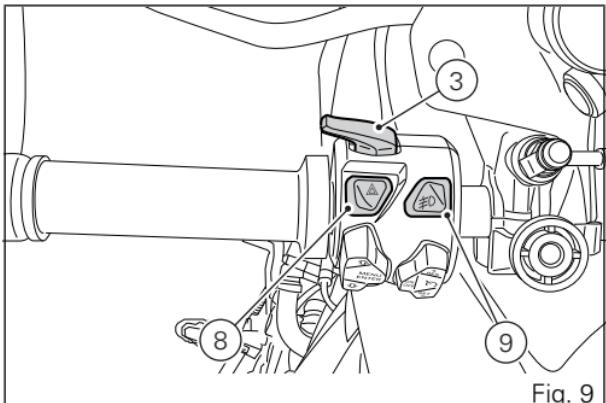

Fig. 9
3) PULSADOR DE ENCENDIDO Y CAMBIO LUCES (DE CARRETERA/ DE CRUCE)(Fig. 9)